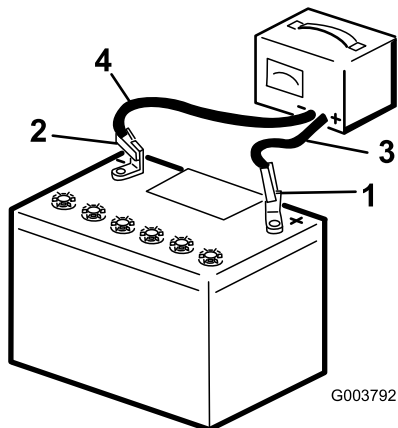

Figura 38
2. Caricate la batteria a 3–4 ampere per 4–8 ore (Figura 38). Non sovraccaricate.
3. Quando la batteria è completamente carica, staccate il caricabatterie dalla presa elettrica e scollegate i cavi di ricarica dai poli della batteria (Figura 38).